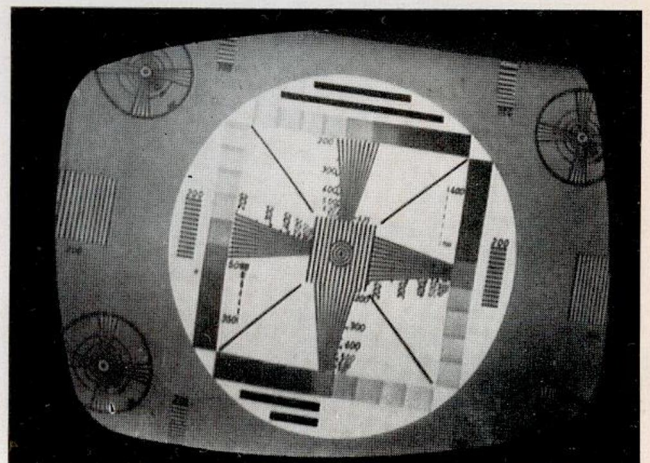

Bild 7: Bild steht schief
- b) Das Bild steht schief (Bild 7).